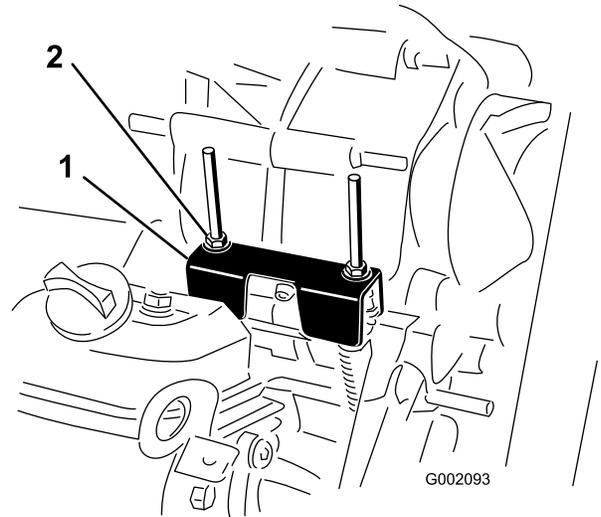

Bild 52
2. Stellen Sie sicher, dass die Leerlaufhalterung in der NEUTRAL-Stellung ist (mit der Kabelbefestigungshalterung unter der Ganghalterung nivelliert), indem Sie die Antriebskupplung drehen (Bild 52).
Wenn Sie regelmäßige Wartungsarbeiten und/oder eine Motordiagnostik durchführen, müssen Sie das Getriebe in die NEUTRAL-Stellung bringen (Bild 52). Der Ganghebel der Maschine hat eine NEUTRAL-Stellung, die den Leerlauf des Getriebes steuert. Treffen Sie die folgenden Maßnahmen, um sicherzustellen, dass der Ganghebel in der Leerlaufstellung die Antriebsachse auch richtig auf Leerlauf schaltet:
3. Drehen Sie eine der Sicherungsmuttern (Bild 52), um einen Abstand von 0,762 mm bis 1,524 mm zwischen der Unterseite der Mutter bzw. Scheibe und der Leerlaufhalterung zu erhalten.